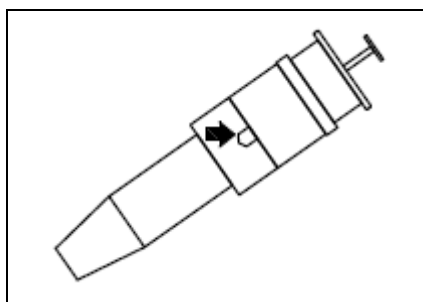

Fig.4
3. Presionar el pulsador, esta acción provocará la penetración de la aguja en la zona de aplicación, a continuación presionar el émbolo de la jeringa en forma convencional para el ingreso de la droga, el dispositivo quedará como se ve en la Fig. 4.